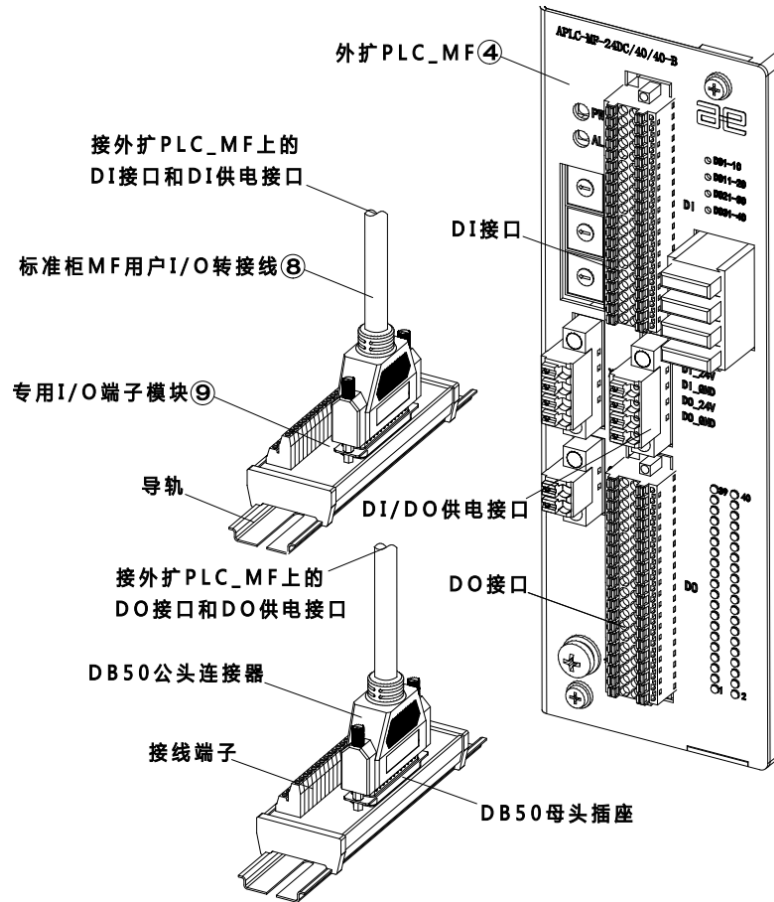

图 20-11 连接用户 I/O 端子示意图
步骤5. 将两根⑧标准柜 MF 用户 I/O 转接线的一端分别接在④外扩 PLC\_MF 上的 DI 接口和 DO 接口上，另一端接在⑨用户 I/O 端子模块上，参考图 20-11。PLC\_MF 波特率设置参考表 19-14。